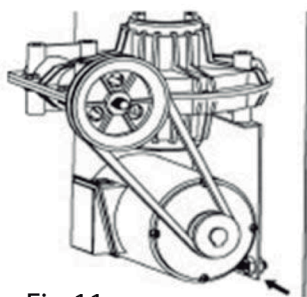

Fig.11
- remova a tampa do lado esquerdo desparafusando os parafusos; ajuste os dois parafusos localizados no suporte do motor, mantenha uma distância adequada entre o suporte do motor e a base do motor; aperte os parafusos tensionar a correia (Fig. 11).